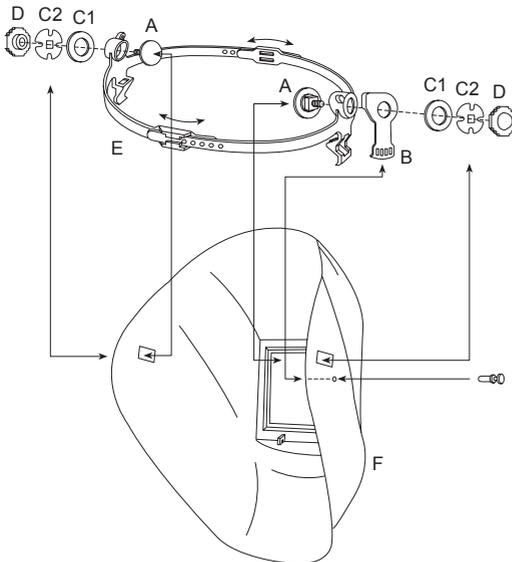
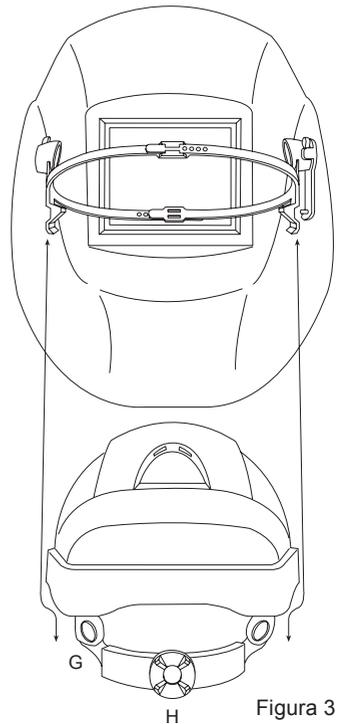

Figura 2
Figura 3
1. Inserte los tornillos (A) a través de las aberturas en el Speedy Loop (E).
2. Inserte el Speedy Loop (E) en la armazón del casco (F) tal como se muestra en la figura 2 y presione los tornillos (A) a través de los huecos rectangulares en la armazón del casco.
3. Coloque la pieza de ajuste de inclinación (B) en la parte derecha entre el Speedy loop (E) y el armazón del casco (F). Asegúrese de que un pequeño pin sea fijado en uno de los cuatro huecos en la pieza de ajuste de inclinación. Elija el hueco adecuado para garantizar su mayor confort.
4. Ajuste la tuerca (D) y las juntas (C1, C2) en el tornillo (A).
5. Coloque el casco con el speedy loop sobre el hard hat tal como se muestra en la figura 3. Con un "click" a la derecha y hacia la izquierda se determinará la posición. En caso de ser necesario ajuste el largo/diámetro del Speedy Loop para lograr un máximo agarre del casco. Ajuste la distancia entre el rostro y el casco de soldadura mediante la coordinación de la extensión/reducción de las partes frontal y posterior del Speedy Loop a fin de lograr la posición más confortable.
6. El dispositivo de protección de la cabeza del hard hat (G) puede ser ajustado girando el botón en la parte trasera (H) a fines de adecuarse a todos los tamaños de cabeza. Presione el botón y sosténgalo mientras lo gira, suéltelo al llegar a la posición deseada-de mayor comodidad.